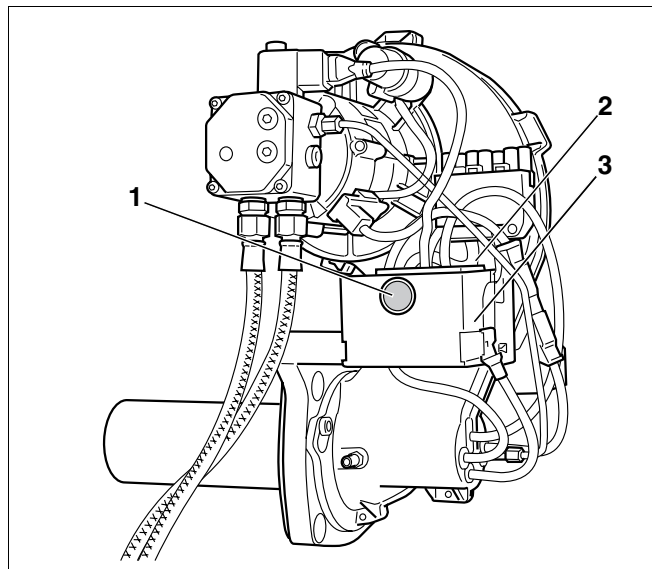

Fig. 16 Butonul de resetare și semnale luminoase
- Aerisiți sistemul cu ajutorul pompei de combustibil lichid încorporate și nu prin apăsări repetate ale tastei de resetare (Fig. 16, **Poz. 1**).
- Se apasă butonul de resetare (Fig. 16, **Poz. 1**) mai mult de o secundă (pornire). După cca. cinci secunde arzătorul trece în modul pornit, respectiv funcționare (vezi tabelul 10, "Afișarea stării de funcționare a arzătorului prin LED-ul multicolor", pagina 18).
- Se apasă butonul de resetare (Fig. 16, **Poz. 1**, pagina 22).